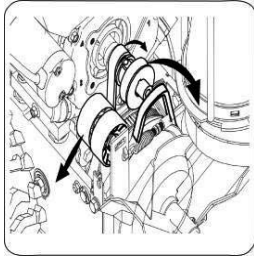

Bild 29
- g. Lyft drivremmen från motorns remskiva. Se bild 29.